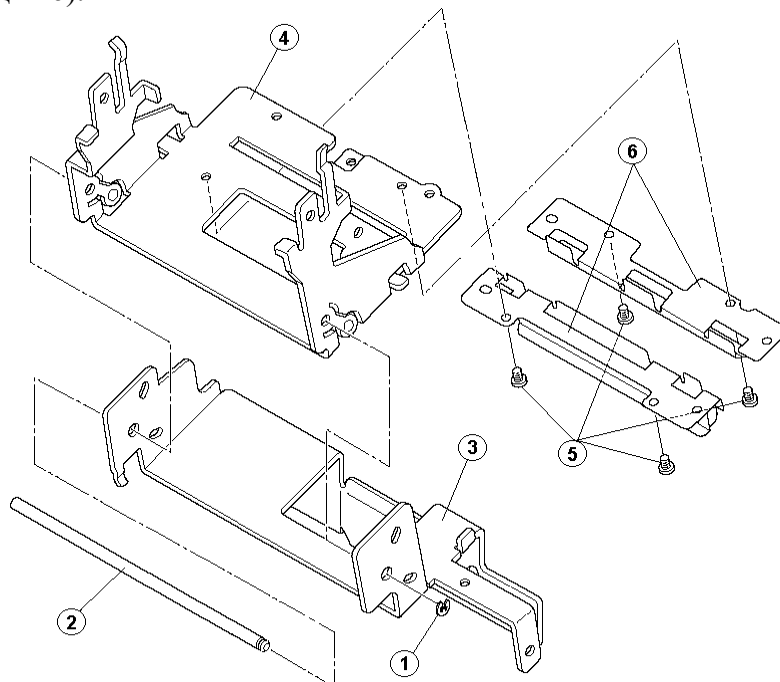

Рисунок 14 Поворотный механизм термопринтера
Разборка поворотного механизма термопринтера (см. Рис. 14):
1. Снимите стопорное кольцо (позиция 1), фиксирующее ось, на которой вращается термопринтер с отрезчиком в сборе (отрезчик на Рис. 14 не отображён).